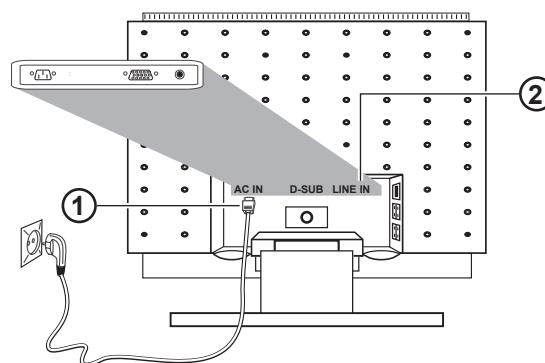

Figure 3. Raccordement du moniteur à la source d'alimentation électrique
Si votre ordinateur est équipé d'une sortie son, connectez une extrémité du câble son à l'entrée audio du moniteur (② à la fig. 3) et l'autre extrémité au connecteur de sortie audio (« Line-Out ») de l'ordinateur.
Connectez le câble d'alimentation électrique (① à la fig. 3) au moniteur d'une part, et à une prise électrique murale avec mise à la terre d'autre part.